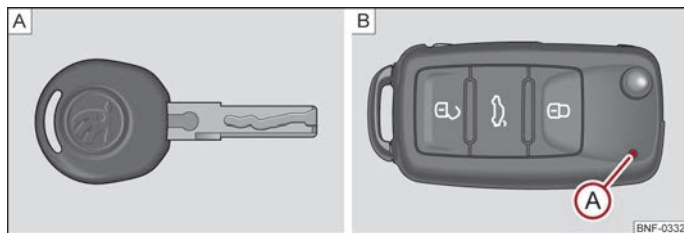
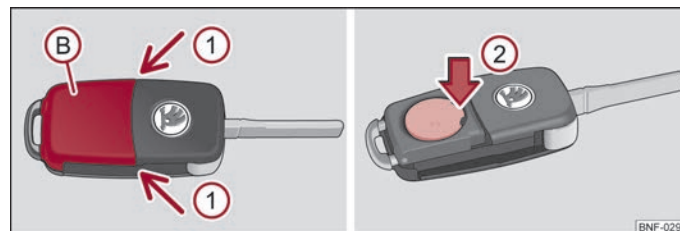

Bild 7 Nyckel utan fjärrkontroll/nyckel med fjärrkontroll (fjärrnyckel)
Bild 8 Fjärrkontroll - Ta av locket/ta ut batteriet
Med bilen levereras två nycklar. Beroende på utrustningen kan bilen vara utrustad med nycklar utan fjärrmanövrering ⇒ bild 7 - A eller med fjärrmanövrering ⇒ bild 7 - B.
Varje fjärrnyckel innehåller ett batteri, vilket är placerat under locket B ⇒ bild 8. När batteriet är urladdat, blinkar inte den röda kontrollampen A ⇒ bild 7 efter att en knapp på fjärrfunktionsnyckeln tryckts in. Vi rekommenderar att batteribytet utförs av en auktoriserad ŠKODA Servicepartner. Om du trots allt själv vill byta det urladdade batteriet, ska detta ske enligt följande:
- Genom att trycka batteriet neråt i området kring pilen 2 tas det urladdade batteriet ut ur nyckeln ⇒ bild 8.